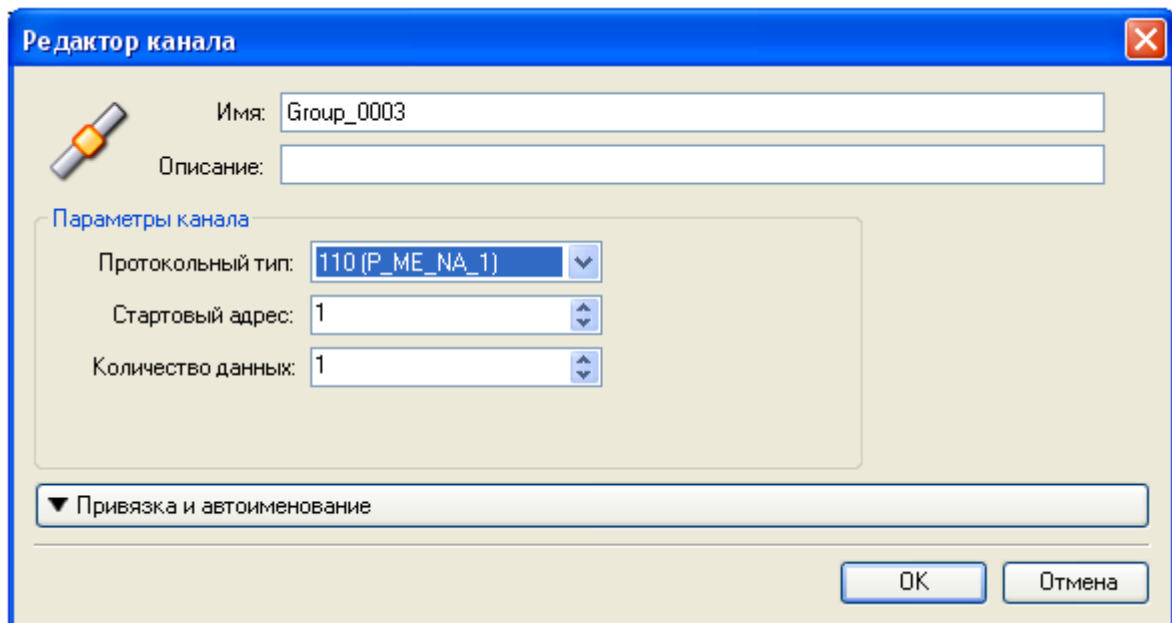

Рисунок 38 – Модуль ASDU. Окно "Редактор канала" для типов 001-070, 110-113
- 4 В окне "**Редактор канала**" (рисунок 38) в поле **Имя**: задать имя группы, в поле **Описание**: текстовое описание группы.
Для сигналов с типом 001–070 и 110–113 (рисунок 38) необходимо: